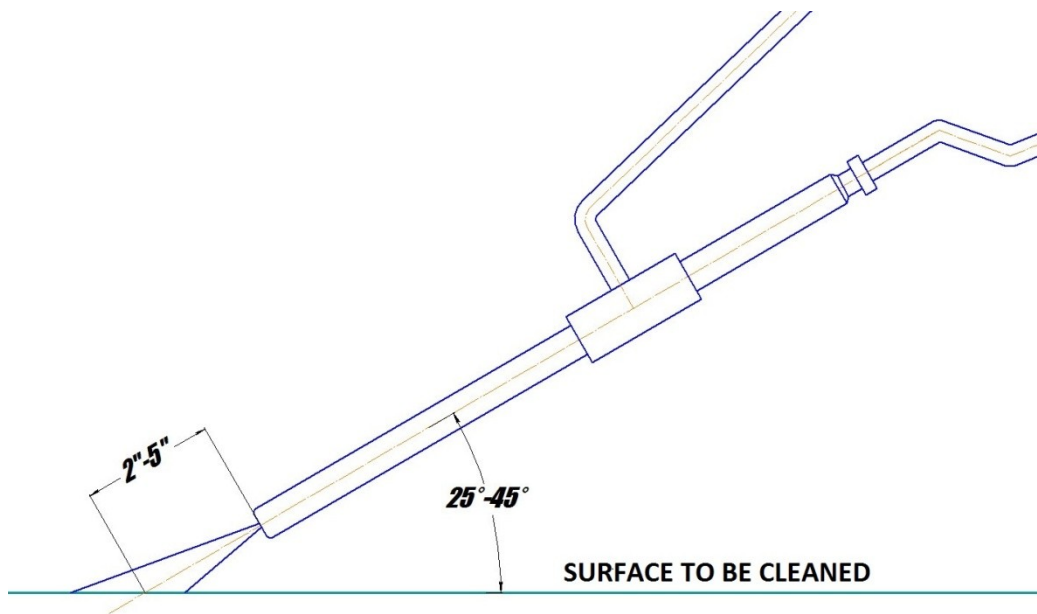

Figura 5.2 - Posición de la lanza para obtener los mejores resultados de limpieza
Una vez que la unidad hidráulica está operativa y la corriente de chorro de agua fluye desde la lanza, el operador del ROV tiene que encontrar la distancia más efectiva entre la boquilla de la lanza y la superficie que se limpia. (Ver Figura 5.2)
2. La técnica de operación más eficiente es mantener la boquilla a 5 a 12 cms (2-5 pulgadas) de la superficie a limpiar y en un ángulo de 25 a 45 grados con respecto a la superficie que se va a limpiar (ver Figura 5.2). El operador del ROV debe observar la forma del cono de chorro de cavitación. A mayores profundidades, la presión ambiental más alta hará que el cono del chorro sea más corto. La zona más ancha del cono es la parte más eficiente del chorro de cavitación. Colocar la boquilla a menos de 5 cms (2 pulgadas) de la superficie a limpiar no permitirá un rendimiento de cavitación eficiente y degradará la capacidad de limpieza del sistema.